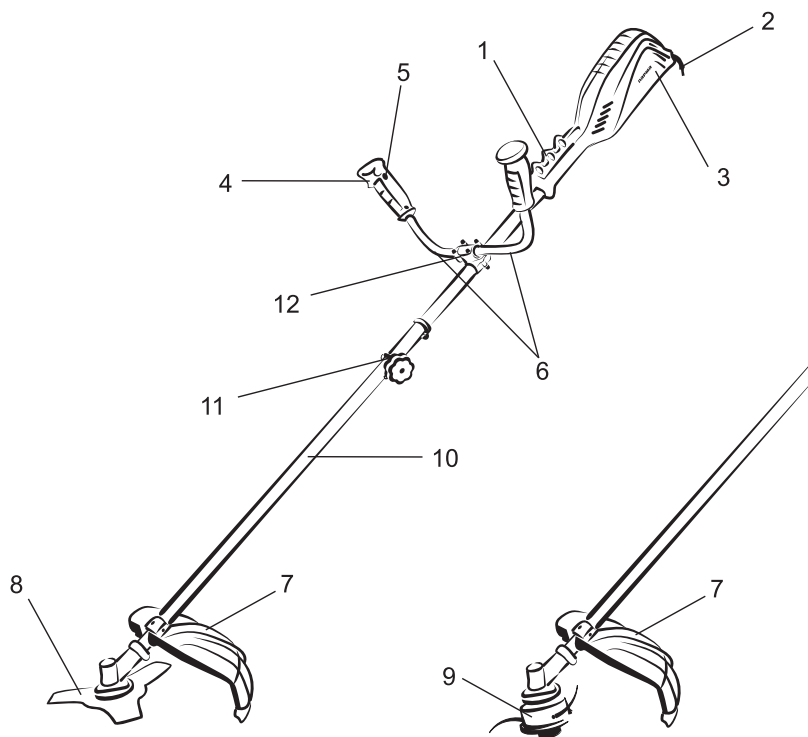
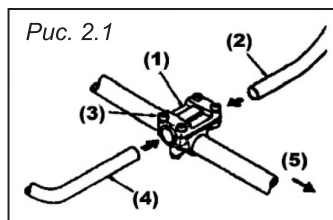

Рис. 2. Расположение основных элементов электротриммера:
Рис. 2.1
Основные элементы и части электротриммера представлены на *рис. 2*.
1. U-образная рукоятка (см. рис. 2) состоит из двух частей: левой и правой (6) ручек управления, которые прикреплены к штанге (10) с помощью соединительного кронштейна (12). Левая ручка служит для удержания электротриммера левой рукой, а правая ручка — для удержания правой рукой и управлением работой электротриммера. Установка U-образной рукоятки производится в следующей последовательности (см. рис. 2.1):
- 1) ослабьте болты (3) на верхней крышке кронштейна (1);
- 2) вставьте левую (4) и правую (2) ручки управления в соединительный кронштейн согласно рис. 2.1 и затяните болты.
2. Отрегулируйте длину ремня таким образом, чтобы при работе режущий элемент электротриммера двигался параллельно поверхности земли. Пристегните карабин к держателю на штанге так, чтобы добиться идеального баланса между передней и задней частью электротриммера (рис. 2, п. 1).